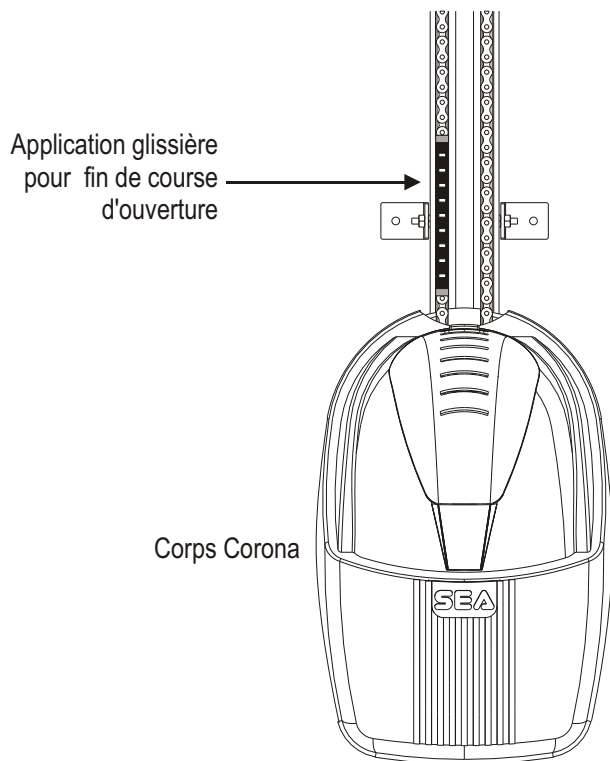

Fig. 21a
- Fixer la glissière fin de course (Fig. 20) le plus près possible au corps du Corona auprès du galet de l'interrupteur comme dans Fig. 21a.